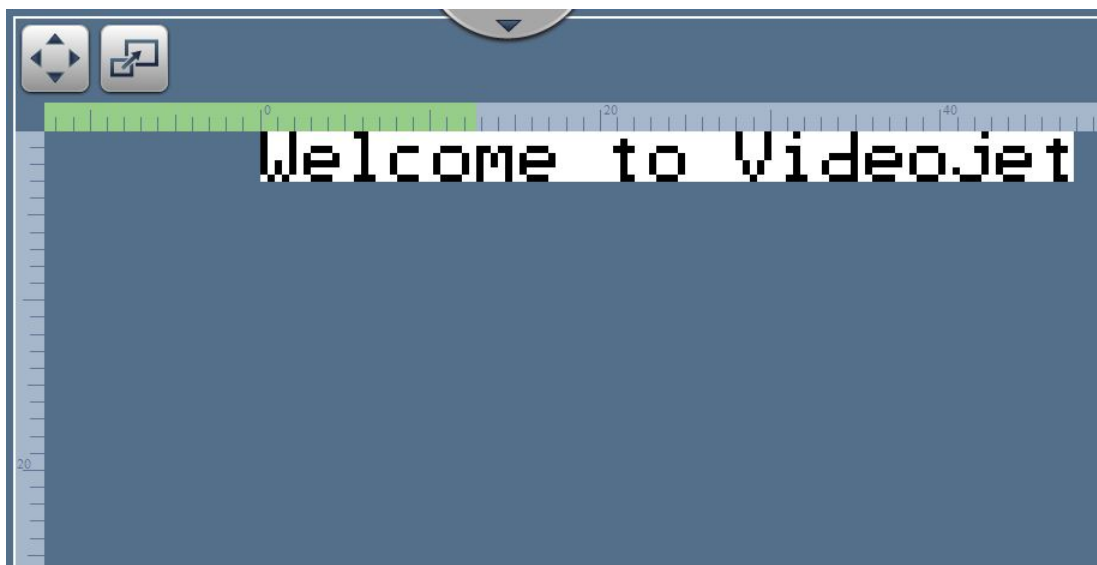

Figura 4-8: Ajustar janela
1. Toque o botão  na página inicial. A tela abre como mostra a Figura 4-8.